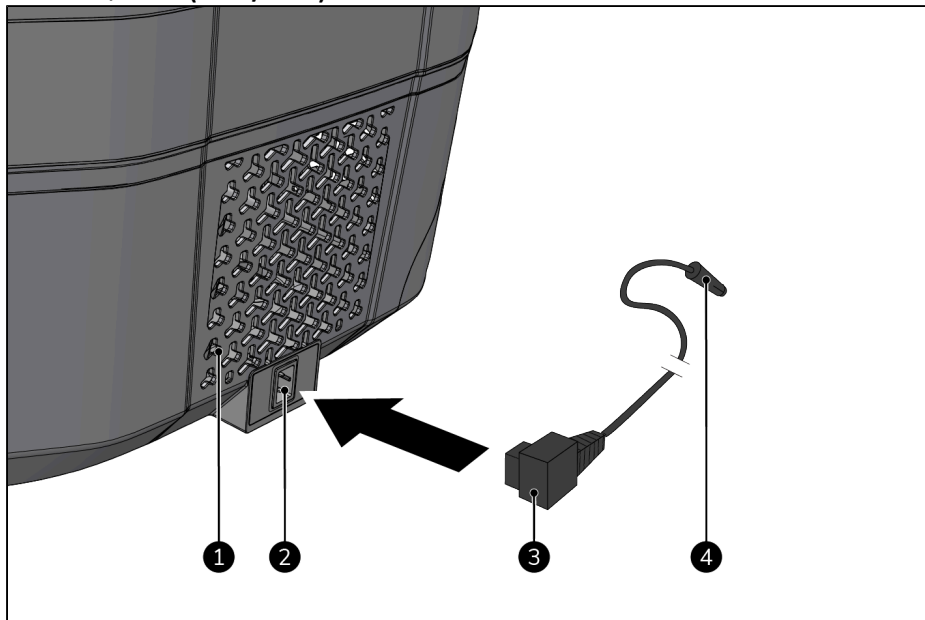

Figur 40.
2. Sørg for, at alle tre ventilationsgittere (Figur 40, pos. 7) har mindst 5 cm ventilationsplads.
3. Sæt AC-kablet (Figur 40, pos. 2) i AC/DC-adapteren (Figur 40, pos. 1).
4. Sæt AC/DC-adapterstikket (Figur 40, pos. 5) i enhedens strømforsyning (Figur 40, pos. 6).
5. Sæt strømstikket (Figur 40, pos. 4) i en let tilgængelig stikkontakt (Figur 40, pos. 3).